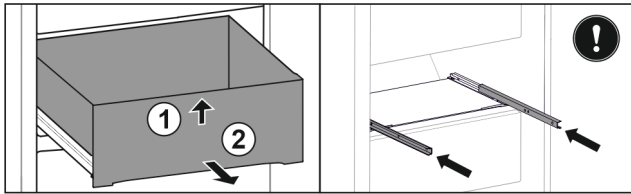

Fig. 123
- ▶ Soulever la partie avant du tiroir. Fig. 123 (1)
- ▶ Retirer le tiroir par l'avant. Fig. 123 (2)